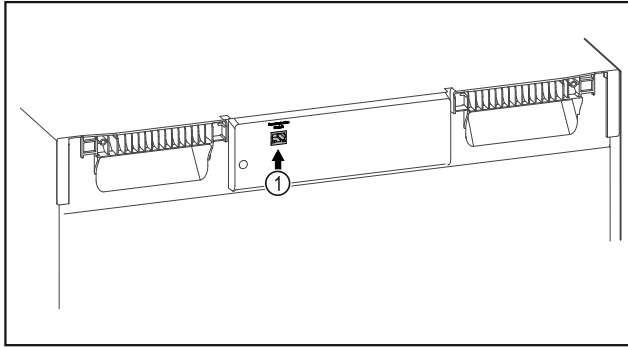

Fig. 84
- ☐ SmartModule Fig. 84 (1) är insatt.